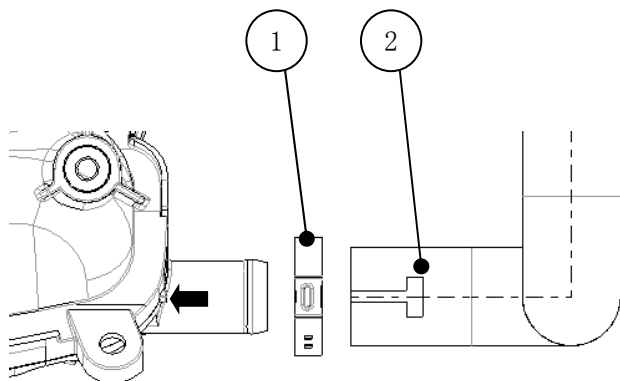
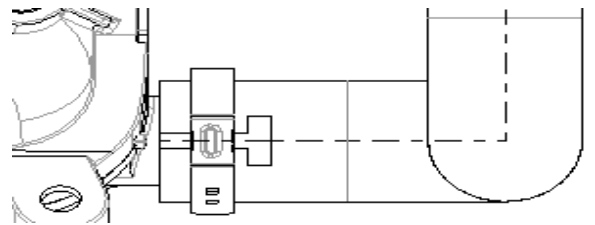

图 H-3 装配示意图
图 H-4 装配后示意图
2). 软管-进气歧管②装配到进气歧管上，如图 H-3 所示把卡箍①套在软管②另一端，然后把软管②插入到进气歧管接头上，注意调整软管②上的 T 型标识与进气歧管上的凸点对齐，凸点如图箭头所指，把卡箍①移动至 T 型标识位置卡紧，气枪卡紧力范围 $2400\text{N} \pm 150\text{N}$ ，装配后状态见图 H-4。